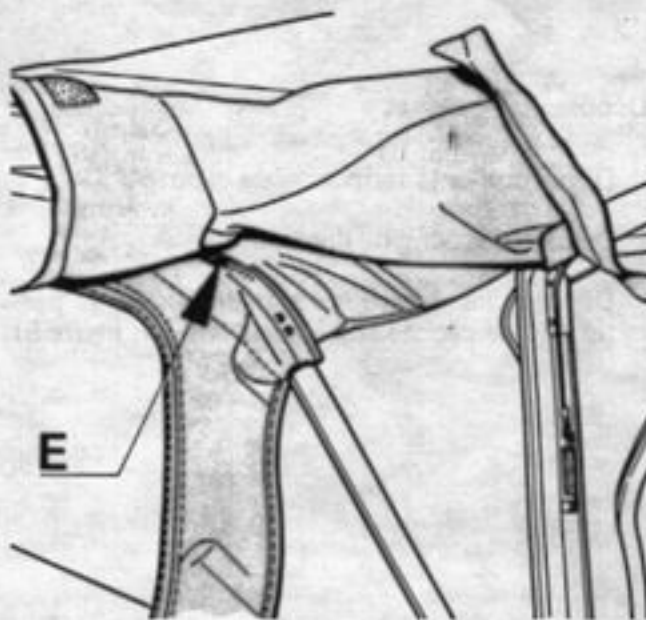

Figure 12
- Relever les parties latérales de la toile de capote, (figure 12)
- Sur chaque extrémité, déposer la vis de fixation du raidisseur AR de la toile de capote (E, figure 12)